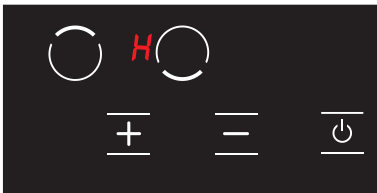

Abbildung 23
4. Nach diesem Vorgang geht das Produkt in den Standby-Modus. Wenn jedoch eine heiße Kochplatte vorhanden ist, selbst wenn das Produkt in den Standby-Modus wechselt, wird das Symbol **H** auf dem Bildschirm angezeigt. (siehe Abb. 23)